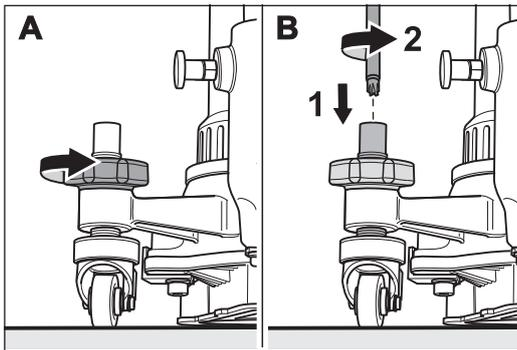

Abb. 56 Die Kontermutter der Lenkrolle lösen.
- 2 Lösen Sie die Kontermutter einer Lenkrolle (Abb. 56, A). Wenn die Kontermutter zu fest angezogen ist, können Sie mit dem Universalschlüssel die Lenkrollenachse gegen den Uhrzeigersinn drehen und somit die Kontermutter lösen (Abb. 56, B).
- 2 Lösen Sie die Kontermutter einer Lenkrolle (Abb. 56, **A**). Wenn die Kontermutter zu fest angezogen ist, können Sie mit dem Universalschlüssel die Lenkrollenachse gegen den Uhrzeigersinn drehen und somit die Kontermutter lösen (Abb. 56, **B**).
- 2 Entfernen Sie die Kontermutter der Lenkrolle (Abb. 56).